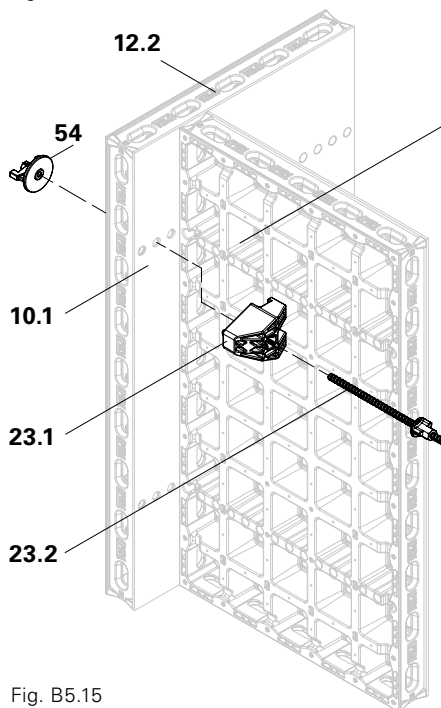

Fig. B5.15
1. Smontare il connettore d'angolo DUO (23), avvitare il dado a tre rinforzi (53) sul tirante d'angolo.
2. Posizionare il pannello jolly DMP 75 (12.2) perpendicolarmente all'ultimo pannello. (Fig. B5.15)